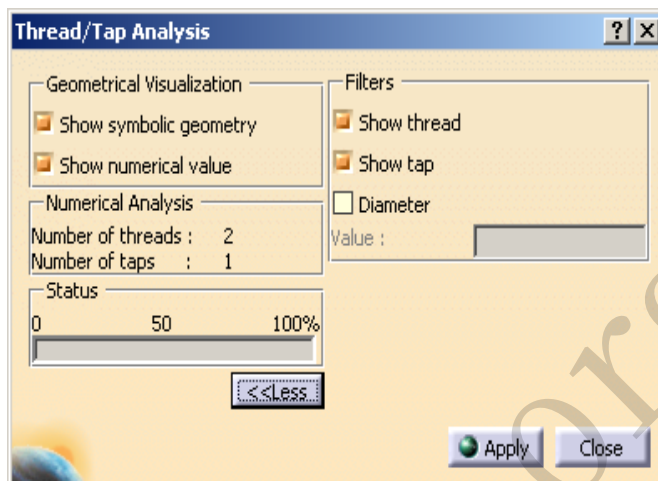
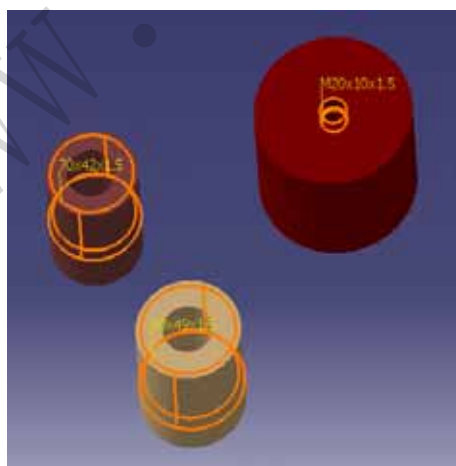

图 3-16 设置过滤器
图 3-17 一个示例分析结果
- ◆ Numerical Analysis 中显示了分析的对象，单击 **More>>** 按钮，可以展开对话框，显示过滤器，如图 3-16 所示。
- ◆ 在 Filters 中，Show thread 表示显示螺纹孔的分析结果，Show tap 表示显示螺钉孔的分析结果。Diameter 表示以直径的方式来控制对象分析结果的显示。最后单击 Apply 按钮进行分析，一个按照图 3-16 所示进行设置的示例分析结果如图 3-17 所示。